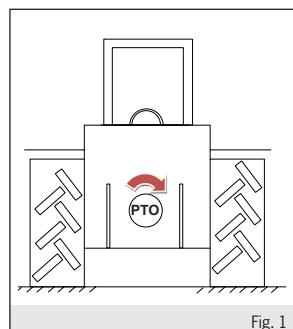

Fig. 1
Per rispettare la corretta sequenza di fase L1-L2-L3, la presa di forza del trattore deve girare in senso orario (vedi fig.1).
To respect the correct phase sequence L1-L2-L3, the P.T.O. must turn in clockwise rotation (see fig.1).
Pour se conformer à l'ordre correct des phases L1-L2-L3, la prise du force doit tourner dans le sens horaire (voir fig.1).
Die richtige Phasenfolge L1-L2-L3 ist zu beachten, die Zapfwelle des Traktors im Uhrzeigersinn drehen (siehe Abb.1). Die im Benutzungsland geltenden Sicherheits-normen beachten. Den Erdungsanschluß des Agrowatt vornehmen. Für das einmessen des Erdstabs ist eine Elektrofachkraft erforderlich.
Para cumplir con la secuencia de fases correcta L1-L2-L3, la toma de fuerza del tractor debe girar en sentido horario (ver fig.1).
- la capucha de protección (fig.1) esté en condiciones perfectas y bien fijada. La capucha debe cubrir la protección de la junta cardánica por al menos 50 mm e impedir el contacto accidental de las manos con piezas en movimiento.